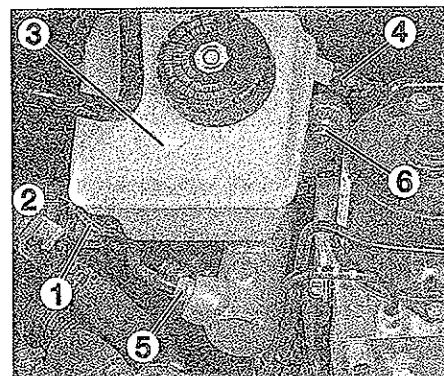

FIG. 19
- Sacar el conector del captador de nivel de líquido de freno (1) (fig. 19).
- Desatornillar el tornillo (2) del vaso de compensación (3).